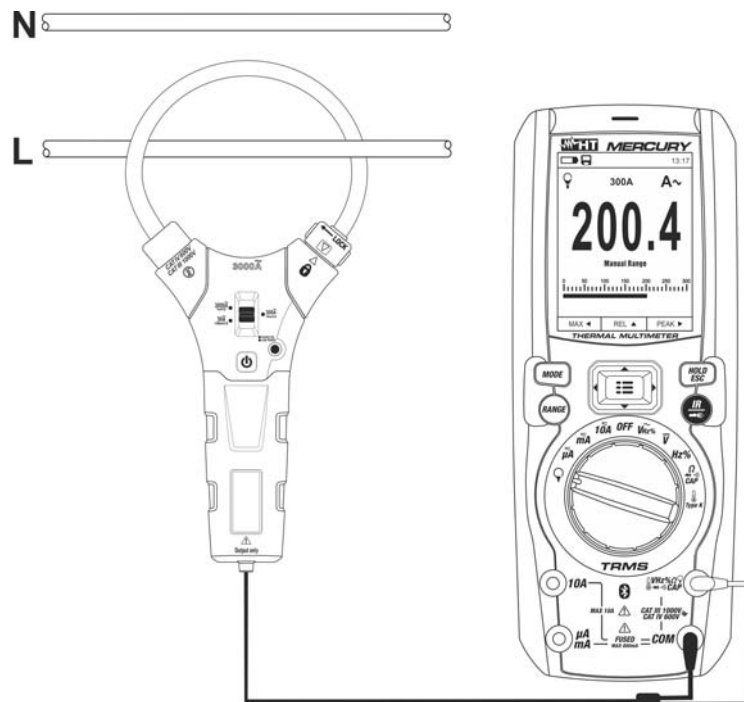

Fig. 30: Uso del instrumento para medida de corriente CA/CC con transductores de pinza
6. Inserte el cable en el interior del toroidal (ver Fig. 30). El valor de la corriente se muestra en pantalla